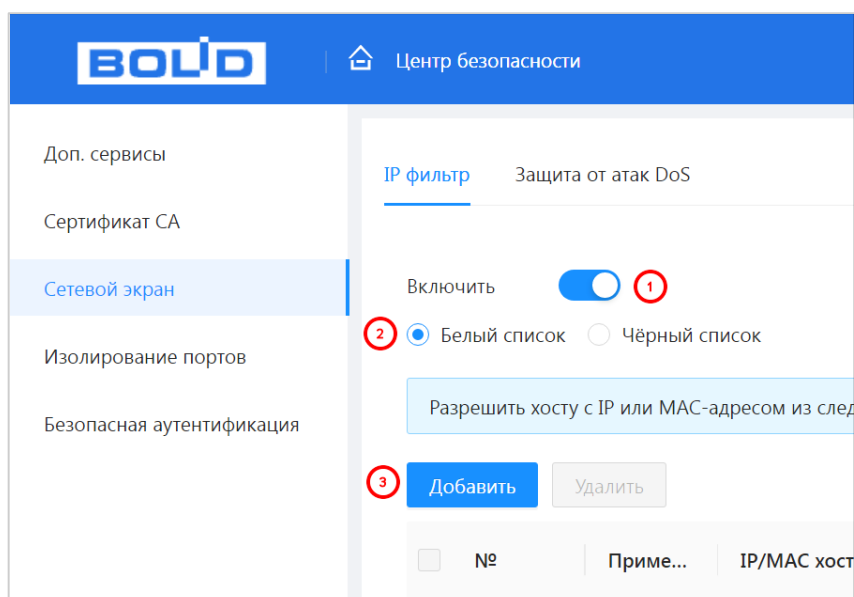

Рисунок 12.9 – Добавить
1. Включите функцию и выберите список доступа (Рисунок 12.9). Для данного устройства доступны следующие варианты:
2. Нажмите кнопку «Добавить», выберите из выпадающего списка способ добавления (Рисунок 12.9). Доступно: